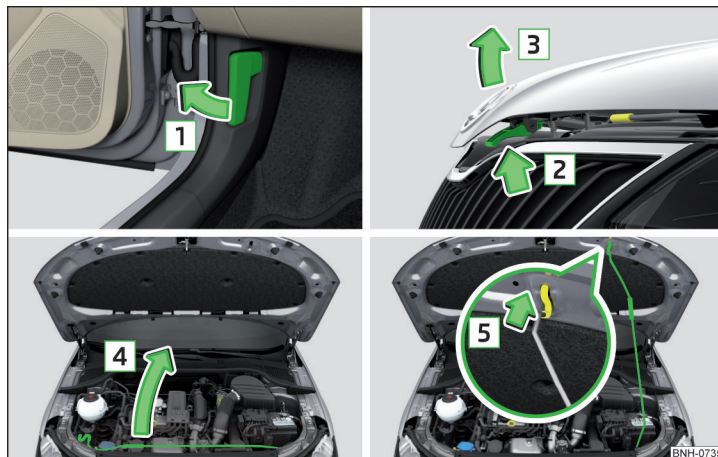

Abb. 225 Motorraumklappe öffnen
- Die Vordertür öffnen und am Entriegelungshebel unterhalb der Schalttafel in Pfeilrichtung **1** ziehen » Abb. 225.